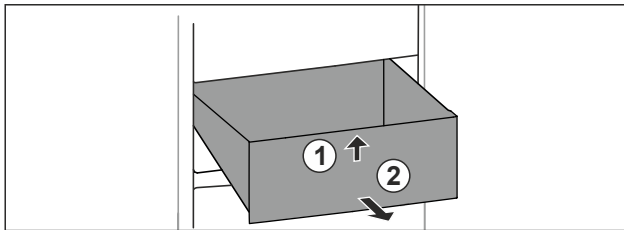

Fig. 64
- ▶ Sollevare il cassetto dal davanti. Fig. 64 (1)
- ▶ Rimuovere il cassetto tirandolo in avanti. Fig. 64 (2)